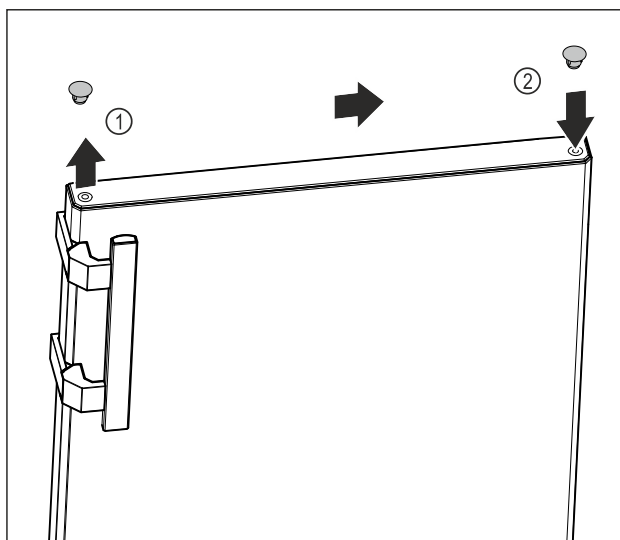

Fig. 13
- ▶ Løft forsigtigt dækproppen på dørens overside Fig. 13 (1) af ved hjælp af en kærviskrue-trækker.
- ▶ Indsæt dækproppen på den modsatte side. Fig. 13 (2)